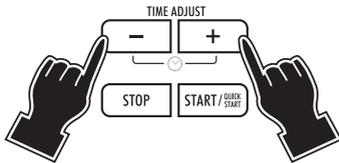

abb. 7
- 9) **Keine Eier mit Schale im Mikrowellengerät garen (Abb. 7):** Durch den sich im Innern des Eies entwickelnden Druck könnte das Ei platzen, auch wenn es gar ist. Bereits gekochte Eier nicht erwärmen, es sei denn es handelt sich um Rührei.